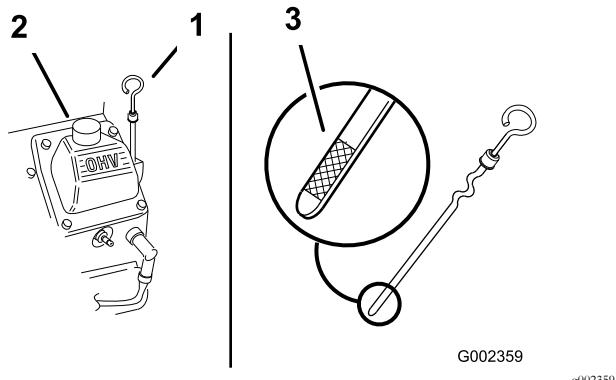

Bild 16
2. Reinigen Sie den Bereich um den Ölpeilstab (Bild 16), damit kein Schmutz in den Einfüllstutzen gelangen und den Motor beschädigen kann.
3. Nehmen Sie den Peilstab heraus und wischen Sie ihn ab. Stecken Sie ihn dann ein (Bild 16).
- Der Ölstand sollte an der Voll-Marke am Metallende des Ölpeilstabs liegen (Bild 16).
5. Wenn der Ölstand unter der Voll-Marke liegt, nehmen Sie den Fülldeckel ab (Bild 16) und gießen Sie genug Öl